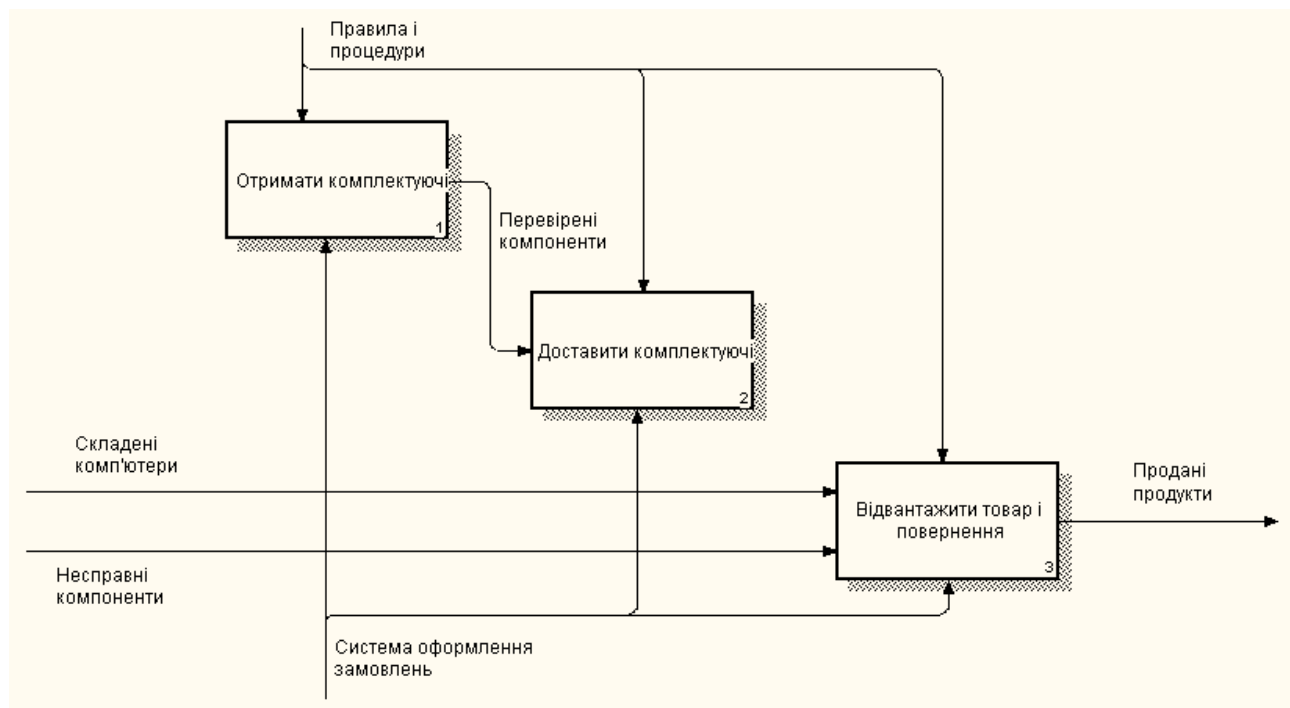

Рисунок 5.2 – Граничні стрілки на діаграмі «Відвантаження і отримання»
5. Зв’яжіть граничні стрілки так, як показано на рис. 5.2.